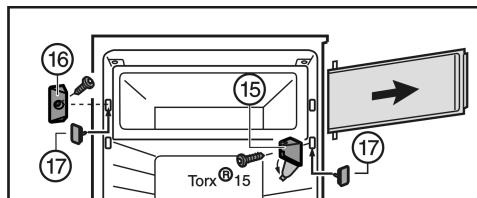

Fig. 7
- Повдигнете капака на лагерната стойка Fig. 7 (15).
- Отвинтете лагерната стойка Fig. 7 (15) с вратата на хладилната камера.
- Отвинтете затварящия елемент Fig. 7 (16).
- Запушете образувалите се дупки с приложените тапи Fig. 7 (17).